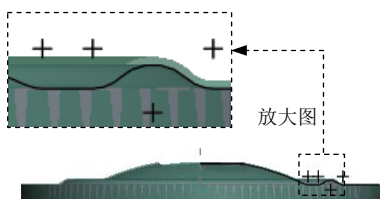
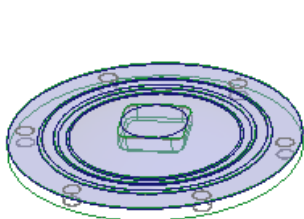

图 19.4.27 截面草图
图 19.4.28 铣削曲面
(2) 绘制截面草图。进入截面草绘环境后，绘制的截面草图如图 19.4.27 所示。完成特征截面的绘制后，单击工具栏中的“完成”按钮[✓]。
(3) 在“旋转”操控板中选取拉伸类型为^U，选取旋转角度为 360.0，单击[✓]按钮，则完成铣削曲面的创建。
(4) 完成特征。在操控板中单击“完成”按钮[✓]，则完成特征的创建，所创建的铣削曲面如图 19.4.28 所示。